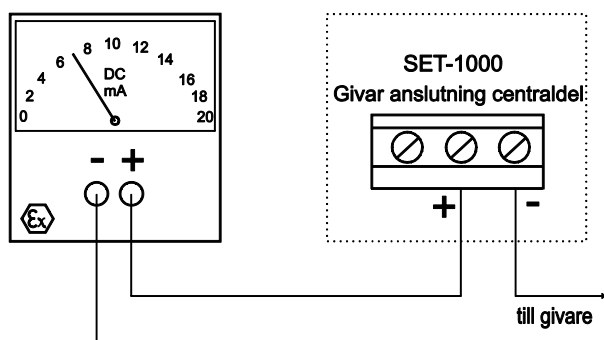

Bild 8. Mätning av strömmen i givaren
- 3.3 Anslut mA-mätaren som i bild 8.